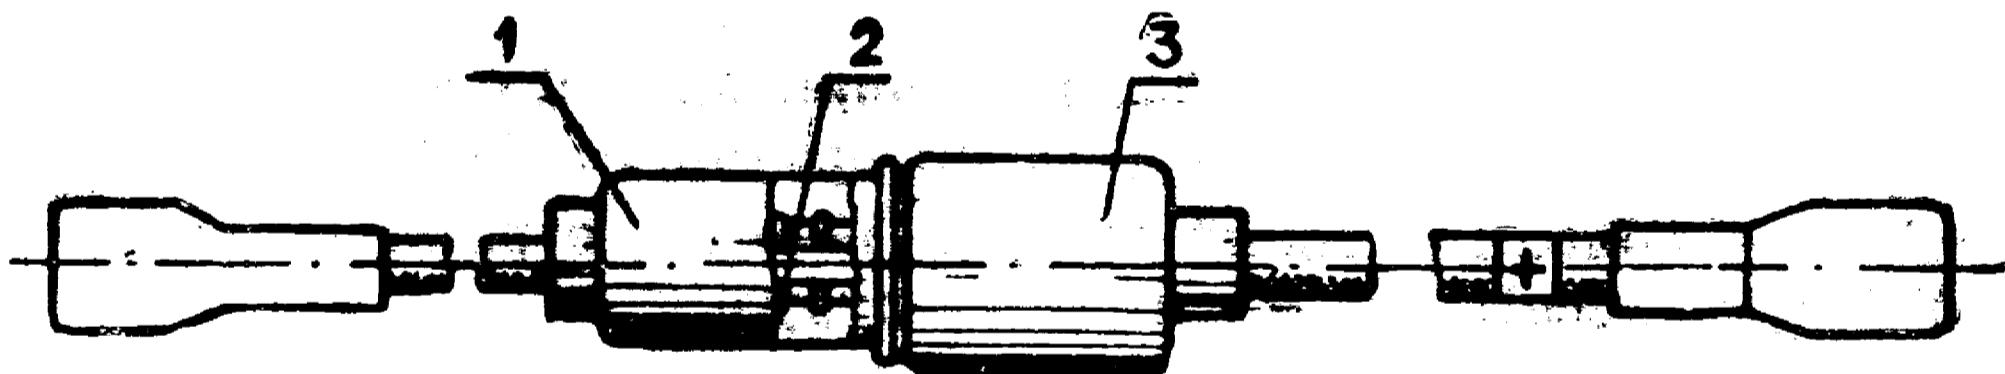

Рис. 36. Плавкий предохранитель:
5.4.13. Плавкий предохранитель состоит из корпуса 1 (рис. 36), крышки 3 и плавкой вставки 2 на 10 А.